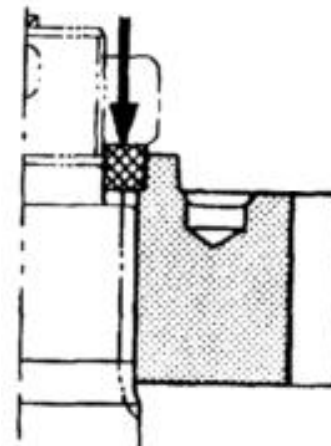

图 7-3
- (4) 将主动锥齿轮前轴承内圈压到主动锥齿轮上(图 7-3);